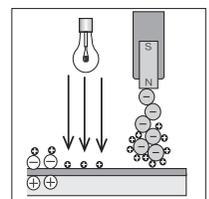

図6
- (6)クリーニング：磁石についた鉄粉でこすって感光体に残ったトナーを取り除きます。同時に光を当てて紙に残っているマイナスの静電気も取り除きます（図6）。